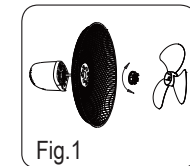

Fig.1
2. Entfernen Sie den Spannkopf und die Plastikschraube indem Sie diese im Uhrzeigersinn drehen (oder nehmen Sie den Spannkopf aus der Verpackung) und schrauben Sie die Plastikschrauben gegen den Uhrzeigersinn drauf. Setzen Sie das rückwärtige Schutzgitter in die richtige Position mit Haltegriff nach oben) und ziehen Sie die Plastikschraube fest. (Abb. 1)